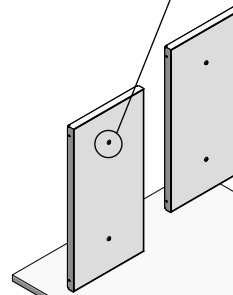
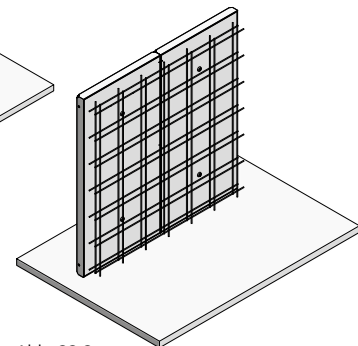

Abb. 22.1
Abb. 22.2
1. Stellschalungselement stellen (Abb. 22.1 und ST-XT-5), Bewehrungsarbeiten durchführen (Abb. 22.2).